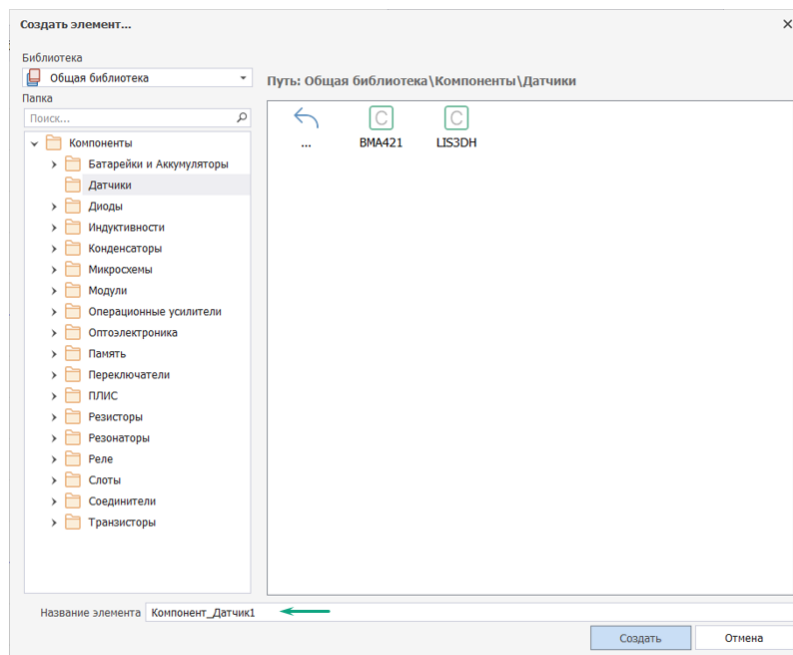

Рис. 190 Выбор папки и именование компонента
4. В поле «Создать элемент» → «Наименование элемента» ввести имя нового компонента, см. Рис. 190.